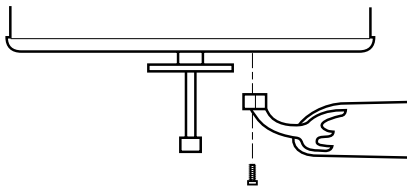

Figura 7d - Forma de instalar los soportes de hierro al conjunto del ventilador.
4. Para cada paleta, inserte un tornillo de montaje de paleta a través del soporte de hierro, como se muestra en la Figura 7d, e instale la paleta en el ventilador en forma suelta. Inserte el segundo tornillo de montaje de la paleta y apriete ambos tornillos de una forma segura.